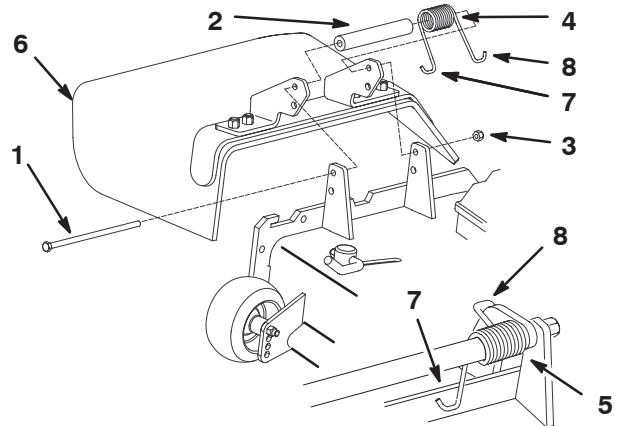

Figura 39
**Nota:** Certifique-se de que a extremidade esquerda em gancho J da mola está por trás da extremidade da plataforma antes de colocar o parafuso (como se mostra na figura 39).